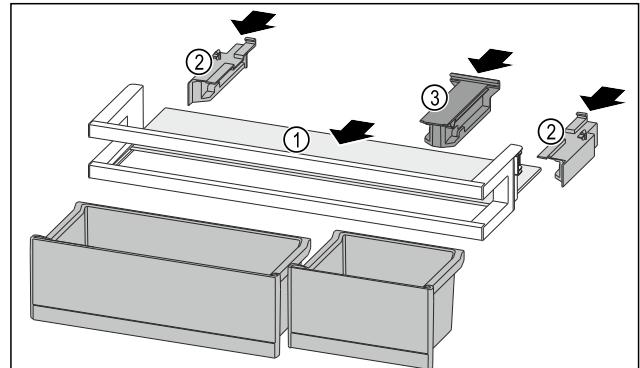

Fig. 120
- Abstellfläche *Fig. 120 (1)* in die seitlichen Aussparungen einschieben.
- Seitenteile *Fig. 120 (2)* einsetzen.
- Halteteil *Fig. 120 (3)* einsetzen.